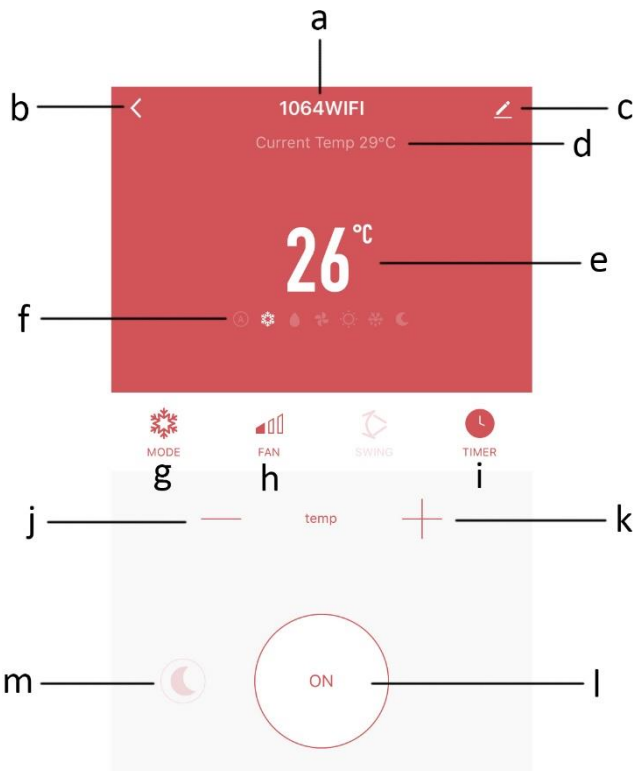

Abb. 4
7. Das Klimagerät können Sie nun über die App-Oberfläche bedienen (Abb. 4). Tippen Sie auf die jeweilige Option zum Einstellen des Geräts. Bei der Auswahl des Betriebsmodus und der Lüftergeschwindigkeit werden die gleichen Optionen wie auf dem Bedienfeld am Gerät angezeigt. Bei der Timer-Einstellung wird allerdings statt der 24 Stunden auf dem Bedienfeld eine Zeitspanne von 23 Stunden als max. Einstellzeit angezeigt. Die Schwenkfunktion (SWING) steht bei diesem Gerät nicht zur Verfügung.